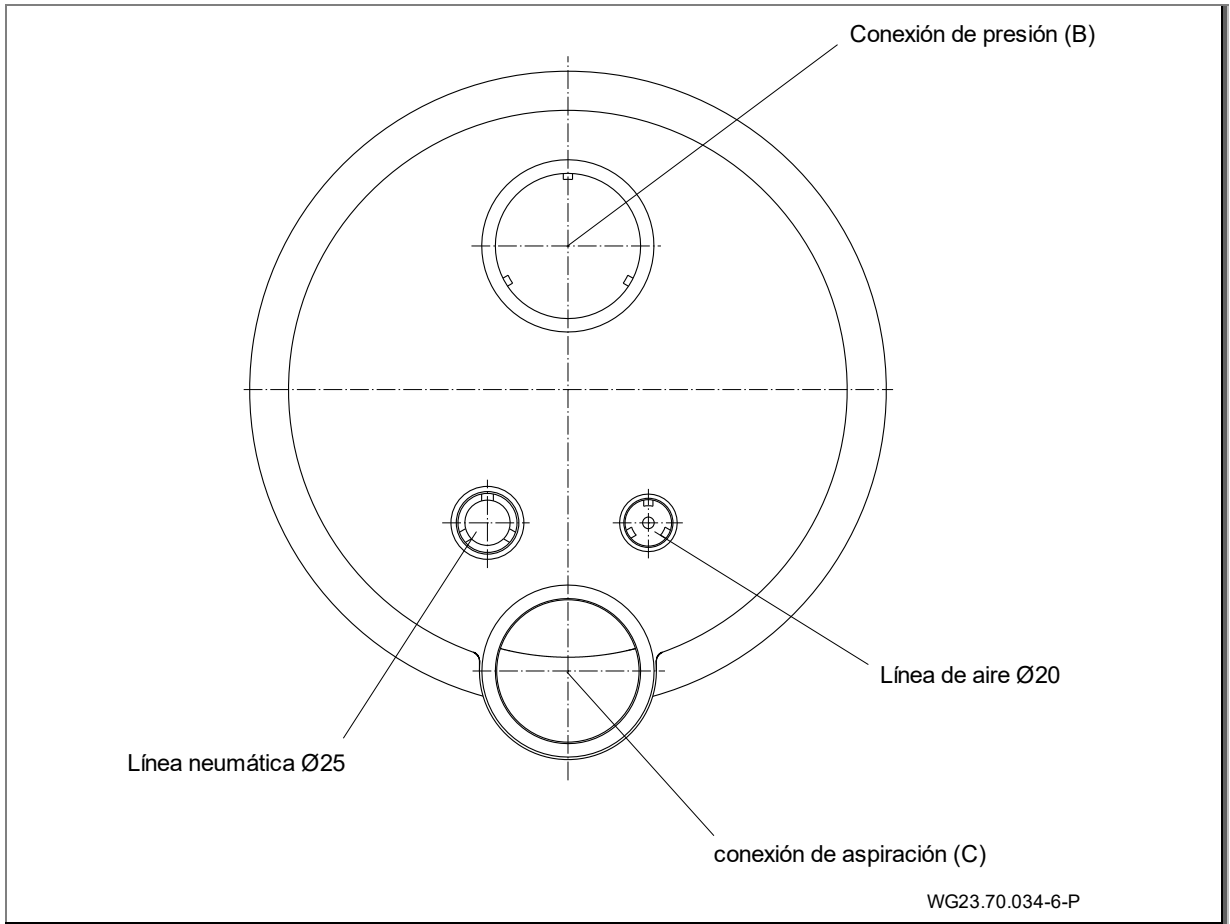

Fig. 16
1. Pegar la manguera protectora para cables y la manguera para la tubería de aire. (Fig. 16)